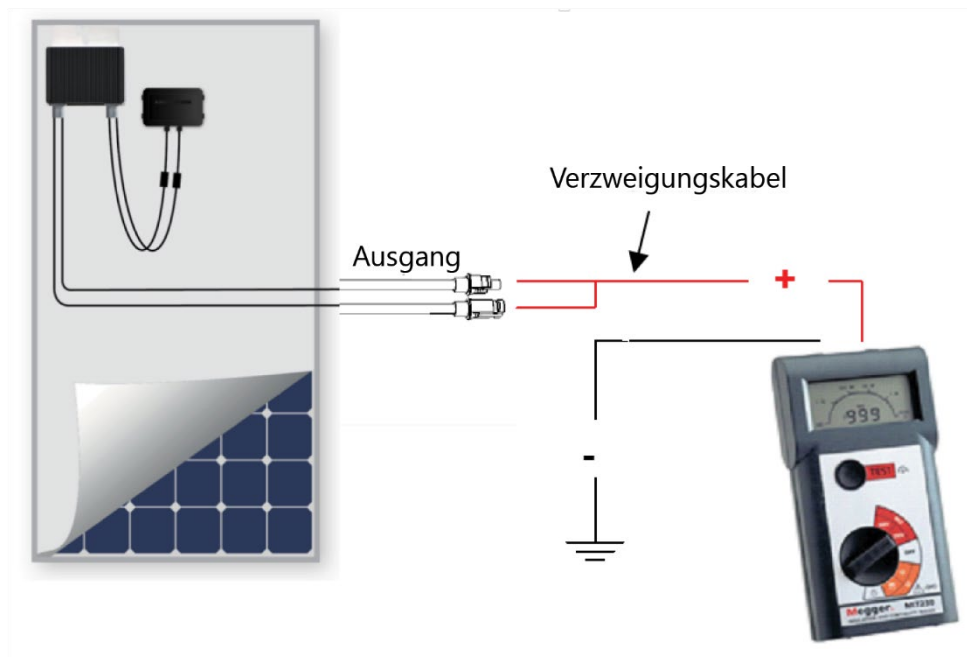

Abbildung 3: Verbinden des Isolationsprüfers mit dem Leistungsoptimierer und dem Modul
5. Prüfen Sie den Isolationswiderstand des Leistungsoptimierers und des Moduls mithilfe des Isolationsprüfers (*Abbildung 3*):